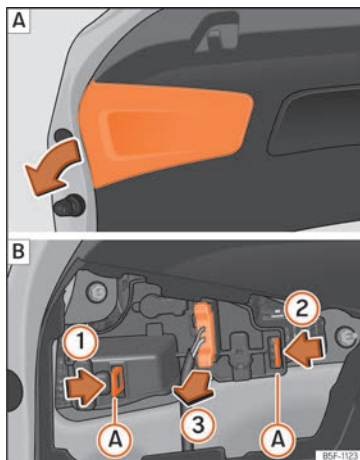

Fig. 117 Retirar la cubierta del portón trasero y desmontar el portalámparas.
- Retire la tapa del portón en la dirección de la flecha » **fig. 117 [A]**.
- Desbloquee las lengüetas de fijación **A** del portalámparas, siguiendo la dirección de las flechas **1** y **2** » **fig. 117 [B]**.
- Extraiga el portalámparas de su sitio en el sentido de la flecha **3** » **fig. 117 [B]**.
- Vuelva a colocar el portalámparas comprobando que los clips de fijación **(A)** » **fig. 117** **(B)** estén correctamente sujetos.